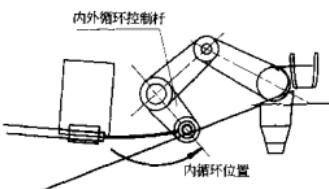

图 18-15
#### (3) 内外循环控制拉筋的连接 (见图 18-15)。